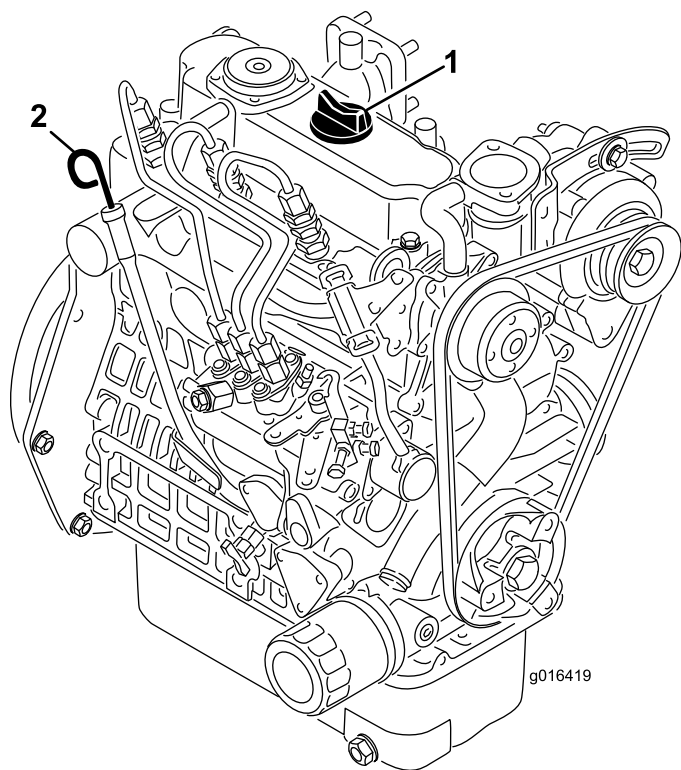

Bild 34
2. Nehmen Sie den Peilstab heraus und wischen Sie ihn mit einem sauberen Lappen ab (Bild 34).